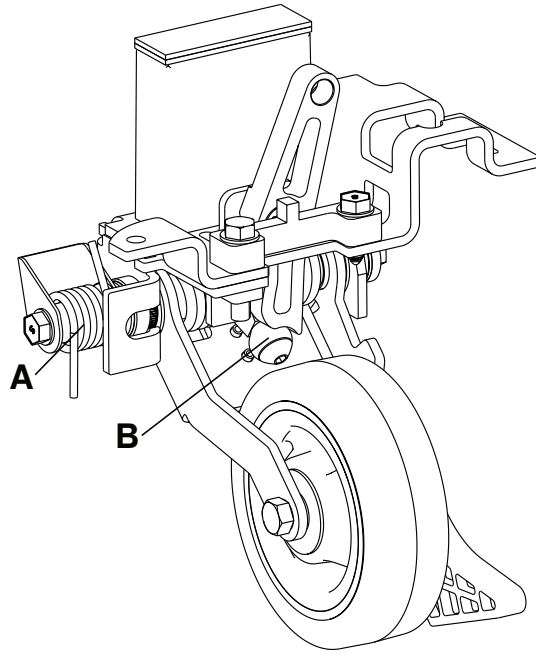

Figure 3 – Lubrification de la cinquième roue rétractable
3. Appliquer de la graisse MPG-3 sur le ressort (A) et le galet (B) (Figure 3).